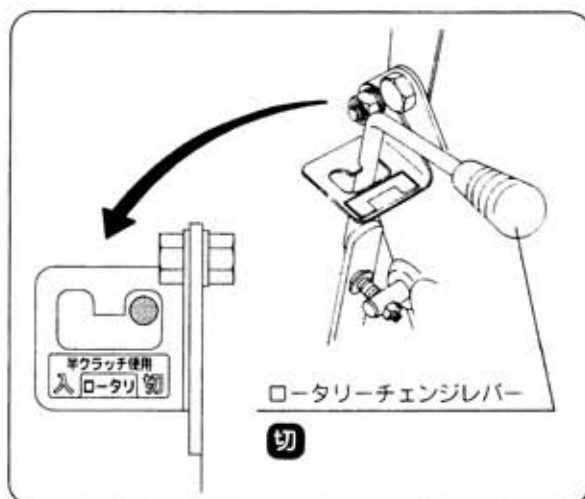

図2
- ② ロータリーチェンジレバーを「切」の位置にします。(図2)